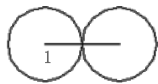

图 15-42 绘制直线
(3) 单击“默认”选项卡“绘图”面板中的“直线”按钮, 在对象捕捉绘图方式下, 分别捕捉两个圆的圆心, 绘制一条水平直线1, 如图15-42所示。